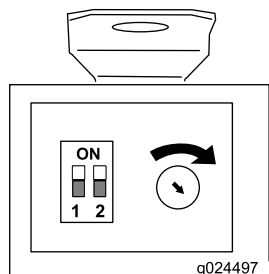

**Figura 3**
10. Asegúrese de que la pestaña de bloqueo sobresale del conector hembra (consulte Figura 3) para asegurar una buena conexión con el